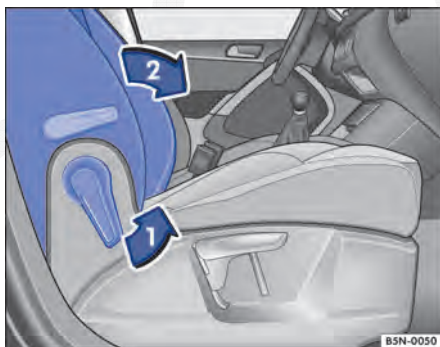

Fig. 58 Rebater o encosto rebatível do banco do passageiro dianteiro para frente.
- Destruar o encosto do banco do passageiro dianteiro no sentido da seta ⇒ Fig. 58 .